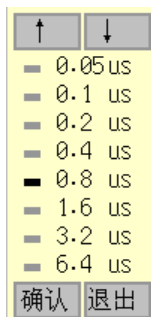

图 6.7 采样周期选择
8. 采样周期：每两个采样点之间的时间间隔，按`确认`键弹出图 6.7 所示的选择界面，共分为 8 档：0.05us、0.1us、0.2us、0.4us、0.8us、1.6us、3.2us、6.4us，通常情况下，如果被测对象的声时比较长，则需要选择比较大的采样周期，采样周期的选择方式与测试方式选择完全相同。